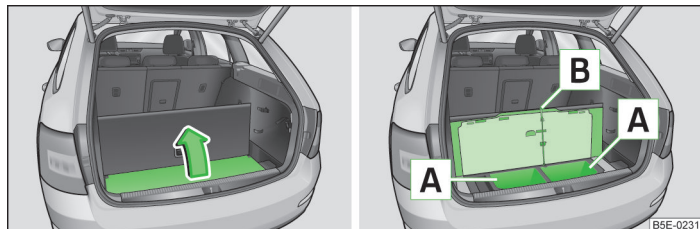

Fig. 93 Sollevare il rivestimento del pianale/Scomparti portaoggetti sotto il rivestimento del pianale
- Sollevare il rivestimento del pianale nella direzione indicata dalla freccia » fig. 93.